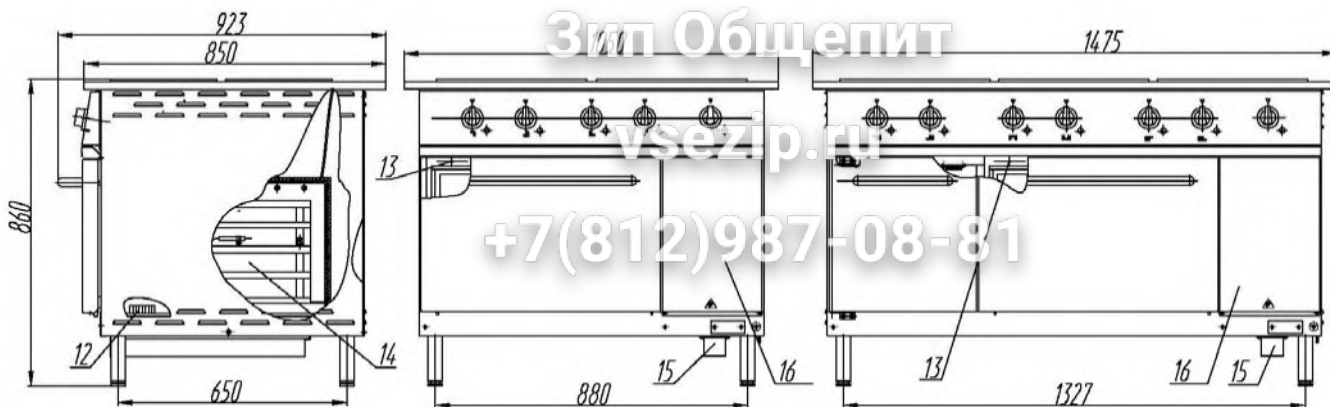

Рисунок 2- Составные части плит
5.2.1 Плита состоит из каркаса, на котором установлена столешница (1). Конфорки (2) рисунок 2 также установлены на каркасе плиты через отверстия в столешнице.
5.2.3 При утечке жидкости, которая образуется на рабочей поверхности плиты при приготовлении пищи, слив предусмотрен в выдвижной поддон (15) рисунок 2, который располагается внизу плиты.
5.2.4 На каркасе установлен и закреплен духовой шкаф (14) и панель управления. Каркас установлен на регулируемые по высоте опоры (10) рисунок 2, позволяющие компенсировать неровности пола.
5.2.5 Духовой шкаф представляет собой внутренний теплоизолированный объем, в котором сверху и внизу расположены трубчатые электронагреватели (ТЭНы), на боковых стенках расположены направляющие для противней (8). Нижние ТЭНы закрыты съемным подовым листом (6) рисунок 2.
Для ремонта, при необходимости, духовой шкаф можно выдвинуть вперед, отвернув шесть винтов М5 (18), расположенных на рамке духовки рисунок 2.
5.2.7 Дверь духового шкафа (7), рисунок 2, имеет торсионный механизм, который обеспечивает легкое открывание и закрывание ее в процессе работы. Механизм рассчитан на безотказную работу в течение всего срока эксплуатации. Между внутренней и внешней панелями двери проложено волокно базальтовое для теплоизоляции.
5.3.1 Установите ручки переключателей мощности конфорок (3), рисунок 2 в положение «3» (макс.), при этом должна загореться арматура светосигнальная (5) рисунок 2.
6.4.1 Снимите панель переднюю (16) рисунок 2.
6.4.2 Электропитание подведите к блоку зажимов, расположенному за панелью передней (12) рисунок 2.